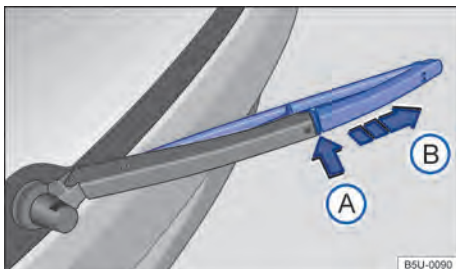

Fig. 175 Sustituir la escobilla limpiaparabrisas de la luneta trasera.
- Mantener presionada la tecla de desbloqueo → fig. 175 A.